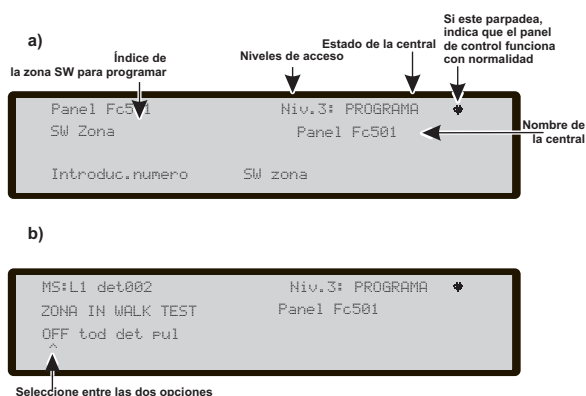

Figura 43 Páginas de selección y programación de las zonas SW
El punto **Zonas (SW)** del menú PROGRAMACIÓN activa la página de selección y programación de las zonas Software (véase la Figura 43). Durante esta fase: